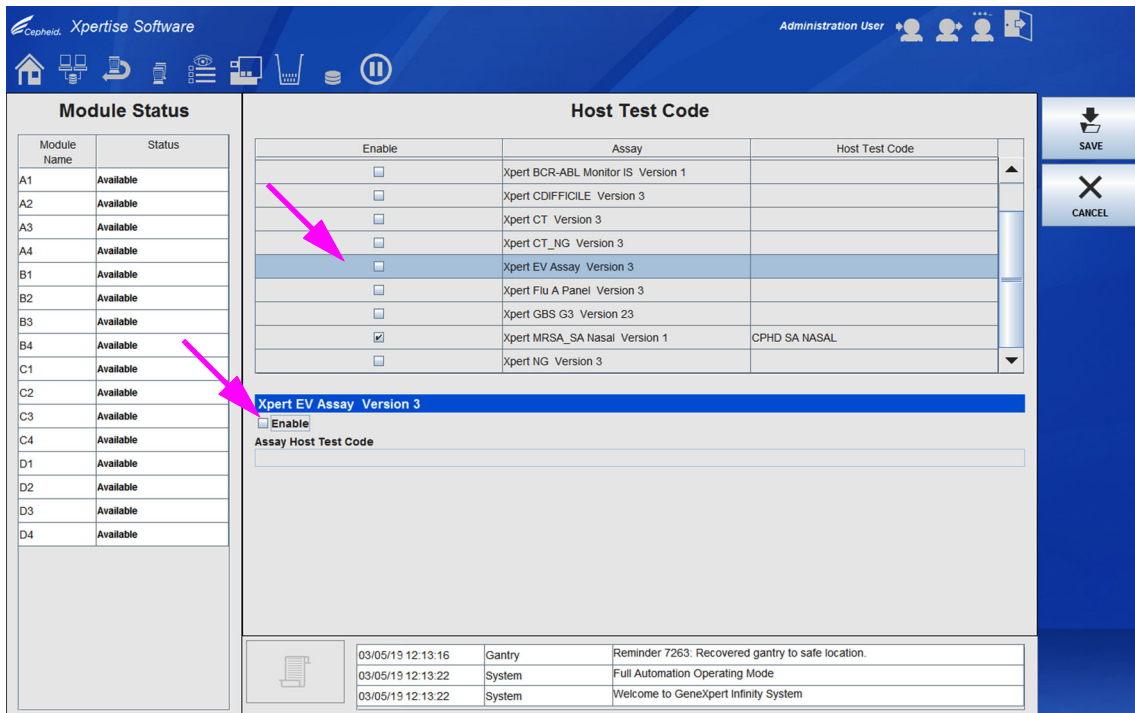

Figura 2-36. Área de trabalho Host Test Code (Código de teste do anfitrião) – Ensaio de resultado único
2. Selecione a caixa de verificação **Enable (Ativar)** (ver Figura 2-36) para permitir que o anfitrião transfira pedidos de teste e que o sistema Infinity carregue resultados para o anfitrião, utilizando o código de teste de ensaio definido.